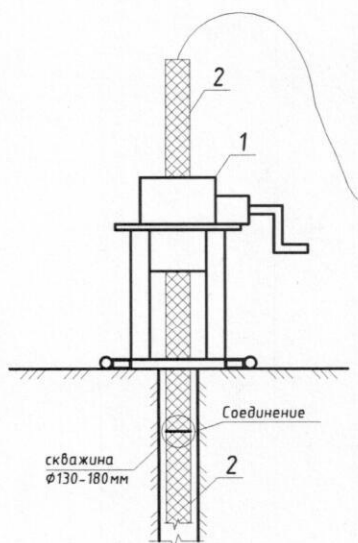

Рис.6. Схема монтажа электродов
6.3. Сборку и спуск вертикальных анодных заземлителей производят последовательно, наворачивая следующий электрод на предыдущий. Спуск заземлителей на глубину до 5 м производится вручную, а более 5 м-с помощью установки для погружения электродов (черт. 7.0201СБ) рис.6.